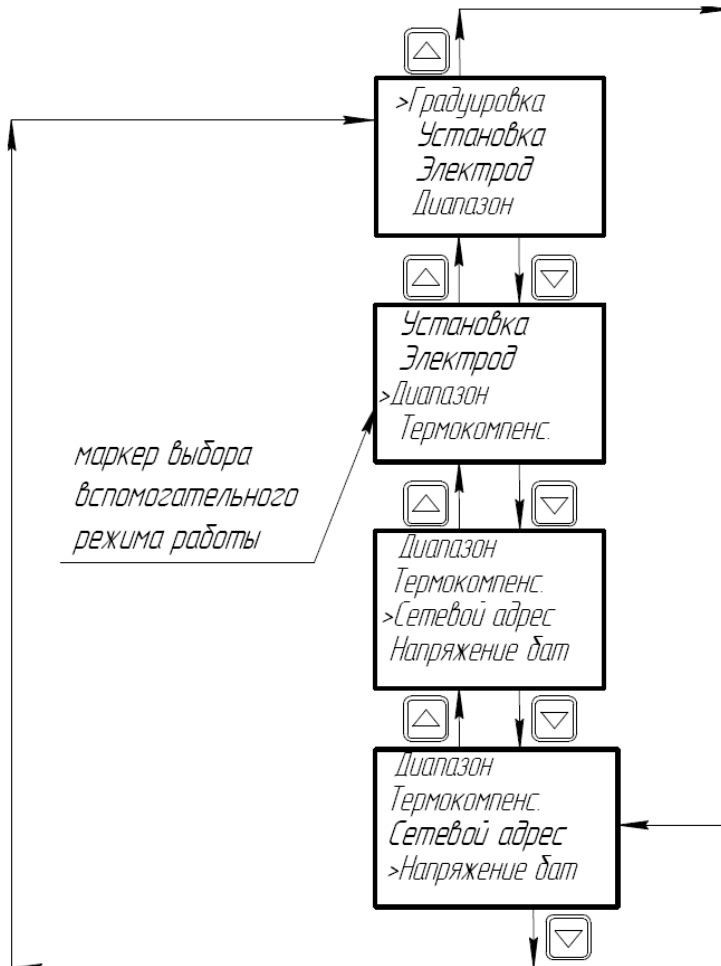

Рисунок 2.2 - Меню выбора вспомогательного режима работы
- нажать кнопку , при этом на ЖКИ отобразится меню выбора вспомогательного режима работы анализатора (см. рисунок 2.2);
Вход в режим ГРАДУИРОВКА осуществляется из меню выбора вспомогательных режимов работы (см. рисунок 2.2). Меню режима ГРАДУИРОВКА приведено на рисунке 2.4.
После нажатия кнопки  или  на ЖКИ отобразится меню выбора вспомогательного режима работы (см. рисунок 2.2).